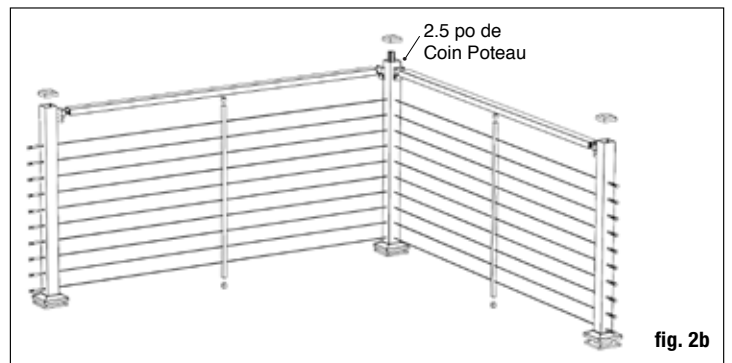

fig. 2b
Étape 1 Déterminez la disposition et le nombre de poteaux de garde-corps nécessaires pour votre terrasse. Leur espacement devrait être de 1,8 m (6 pi) ou de 2,4 m (8 pi) centre à centre. Les poteaux de câble sont disponibles pré-perçés pour les poteaux d'extrémité, de ligne et d'angle. Le câble est disponible en longueurs de 1,5 m (5 pi), 3,1 m (10 pi), 4,6 m (15 pi), 6,1 m (20 pi), 7,6 m (25 pi), 9,1 m (30 pi), 12,2 m (40 pi) et 15,2 m (50 pi). Plusieurs options de disposition sont possibles. Il est préférable de commencer avec la section la plus visible. Il s'agit de celle sur laquelle vous voulez le moins d'interférence avec la vue; vous pouvez donc commencer à partir de là et bâtir autour de celle-ci. Applications en coin : En amenant un câble vers un coin, ne pliez jamais le câble à plus de 45°. Lorsque vous tournez à 90°, utilisez un poteau d'angle (fig. 2b) ou effectuez un virage en 2 étapes en utilisant une configuration de poteau d'angle double (fig. 4), ou arrêtez le chemin de câble et commencez un nouveau parcours. Exemple: une terrasse de 12 pi x 16 pi attachée à un bâtiment avec une ouverture d'accès de 4 pi d'un côté nécessitera un total de neuf poteaux (huit si vous utilisez un poteau d'angle).